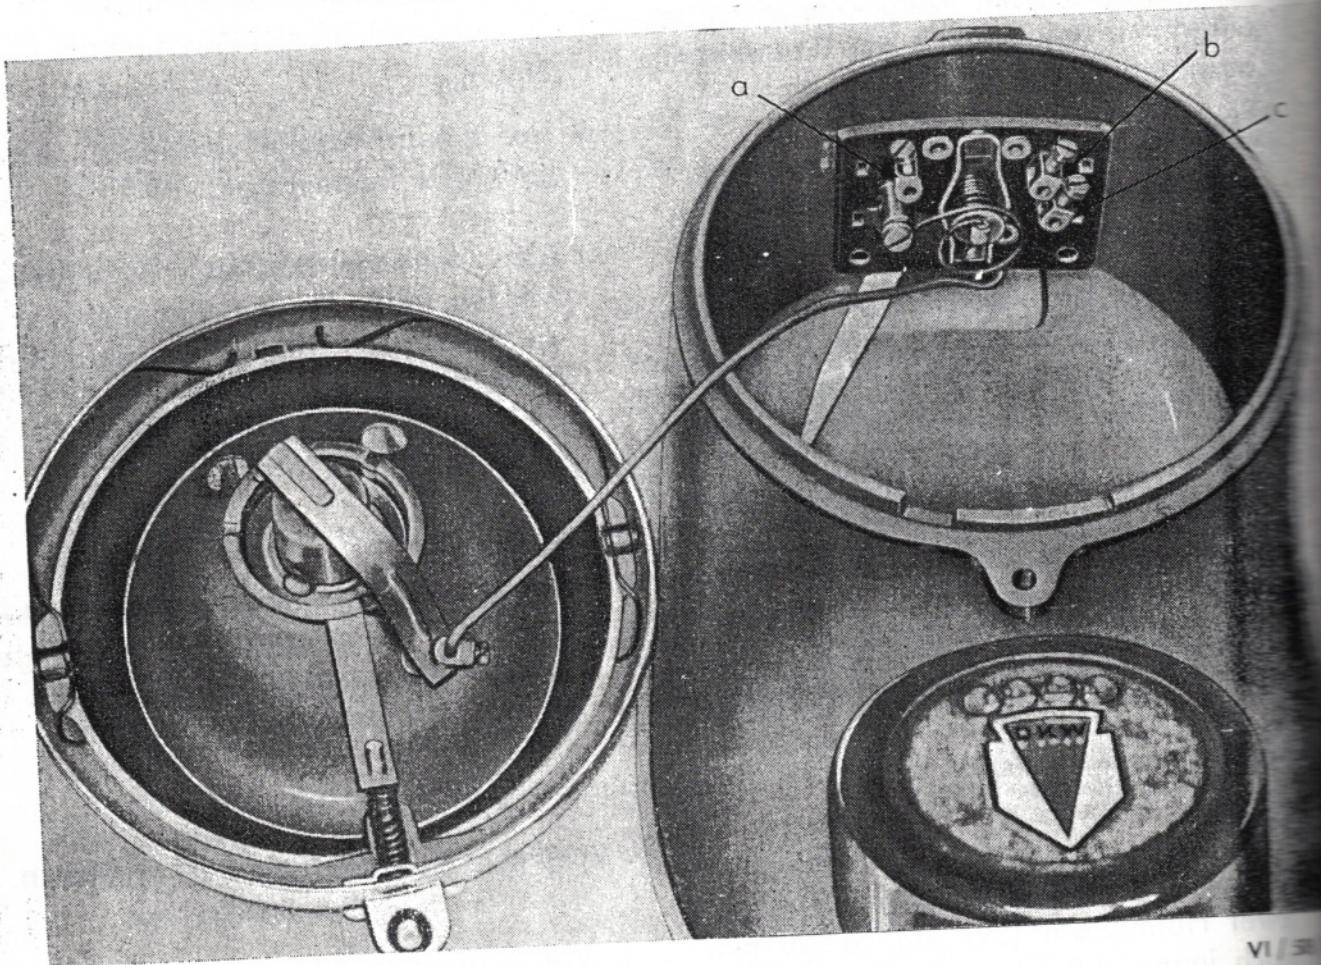

Abb. 98 Scheinwerfer geöffnet
4. Lichtkabel (rot) „a“ (Abb. 98 Seite 84) und Schlußlichtkabel (grau) „c“ vom Lichtschalter abklemmen und Kabel aus dem Scheinwerfergehäuse herausziehen.